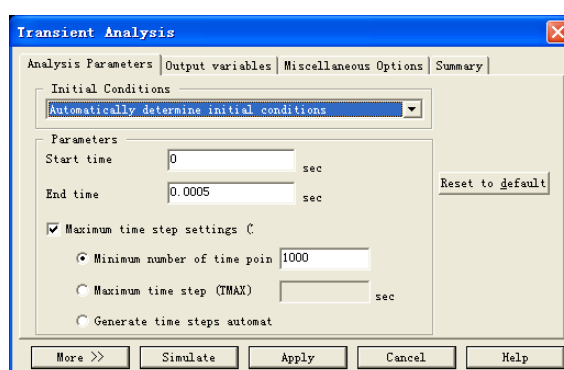
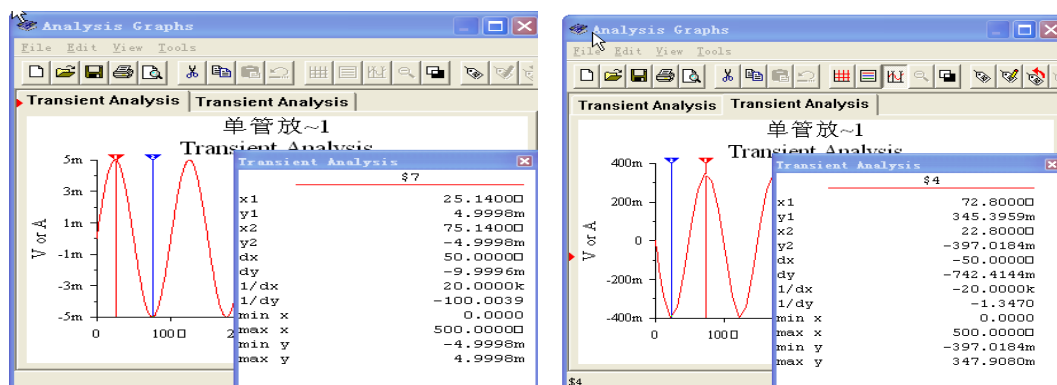

图 5.1 瞬态分析参数设置
图 5.2 瞬态分析仿真结果
(1) 选取菜单命令 **Simulate**→**Analyses**→**Transient Analysis**。由于输入信号源的频率为 10kHz，扫描时间应大于一个周期，所以扫描的起始与终止时间可以设置为 0~0.0005s 之间，如图 5.1 所示。
(2) 在 **Output variables** 页中分别选择节点 7 (\$7)、节点 4 (\$4) 作为输出。
(3) 点击 **Simulate** 按钮进行仿真，仿真结果如图 5.2 所示。
(4) 在图 5.2 中点击 **Show/Hide Cursors** 按钮 ，可以读取波形峰峰值，利用式